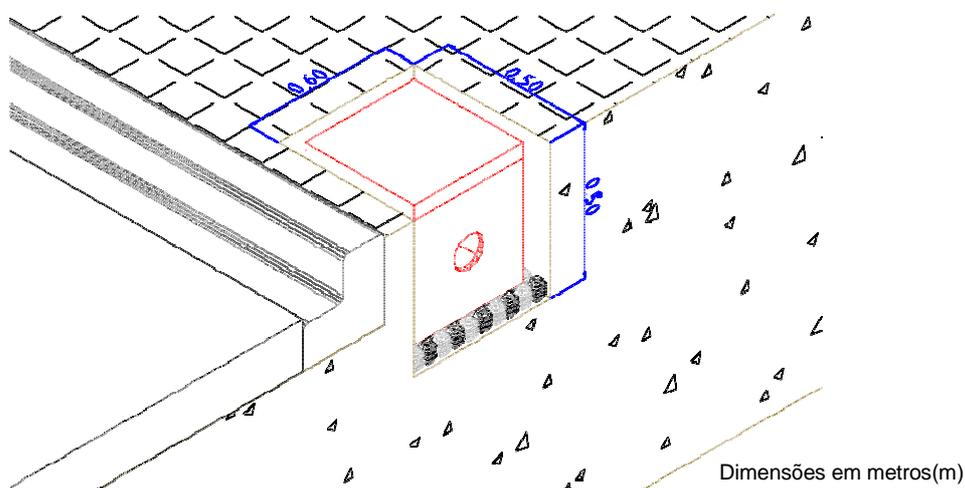

Figura 5
1. Fazer uma escavação no solo de aproximadamente 60x50x50cm (conforme figura 5) e repetir o processo para todas as caixas de passagem. Estas escavações devem permitir que as caixas de passagem caibam perfeitamente (cada caixa na cavidade respectiva), incluindo a tampa e que esta fique a no máximo 10 cm sob o solo para facilitar a manutenção da fiação.